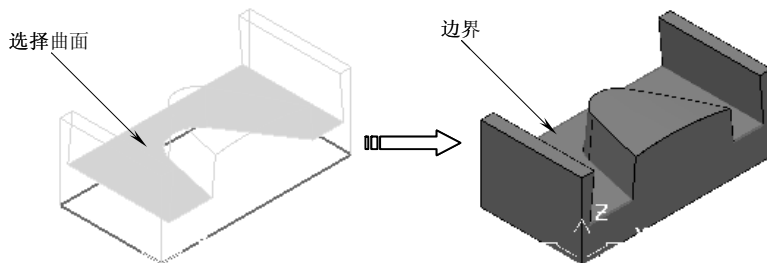

图 5-134 创建的边界
2) 选择图 5-134 所示的曲面, 然后单击“插入模型”按钮, 单击“用户定义边界”对话框中的“接受”按钮即可完成边界创建, 如图 5-134 所示。